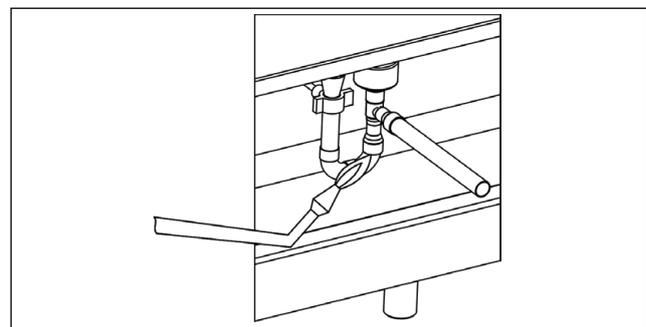

Abb. 11.9
8. Schließen Sie die Flüssigkeitsleitung am EV an (Abb. 11.9). Beim Lötén ist es erforderlich, den Sauerstoff aus der Innenschleife der Rohrleitungen zu entfernen, um die Bildung von Ablagerungen zu verhindern. Es wird empfohlen, die Rohrleitungen vor dem Lötén mit Inertgas zu füllen.